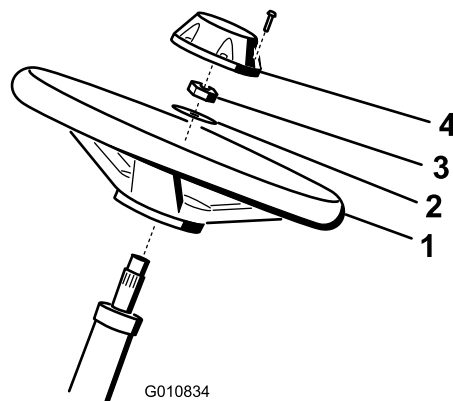

図 3
- ハンドルをステアリングシャフトにはめ込む 図 3。
- ワッシャをステアリングシャフトにはめ込む 図 3。
- ジャムナットでハンドルを固定し、27-35 N·m 2.8-3.6 kg·m 20-26 ft-lb にトルク締める 図 3。
- キャップを取り付け、ねじで固定する 図 3。